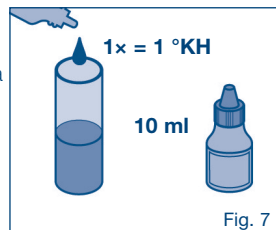

Fig. 7
1. Puede consultar la dureza de carbonatos en su empresa de suministro de agua o a través de un rápido test (Test de la gota, Fig. 7). En función de la dureza de carbonatos y del uso, puede elegir el ajuste del bypass y deducir la capacidad de filtración típica de la tabla 1-2 del capítulo 10.